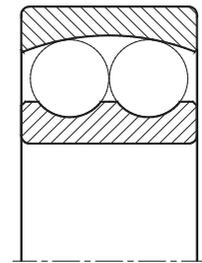

Abb. 2.6
**Pendelkugellager** (Abb. 2.6) sind zweireihige Lager mit einer hohlkugelligen Laufbahn im Außenring. Sie sind dadurch winkeleinstellbar und gleichen Fluchtungsfehler bzw. Wellendurchbiegungen aus. Sie sind nicht zerlegbar und eignen sich für geringe radiale und axiale Belastungen.